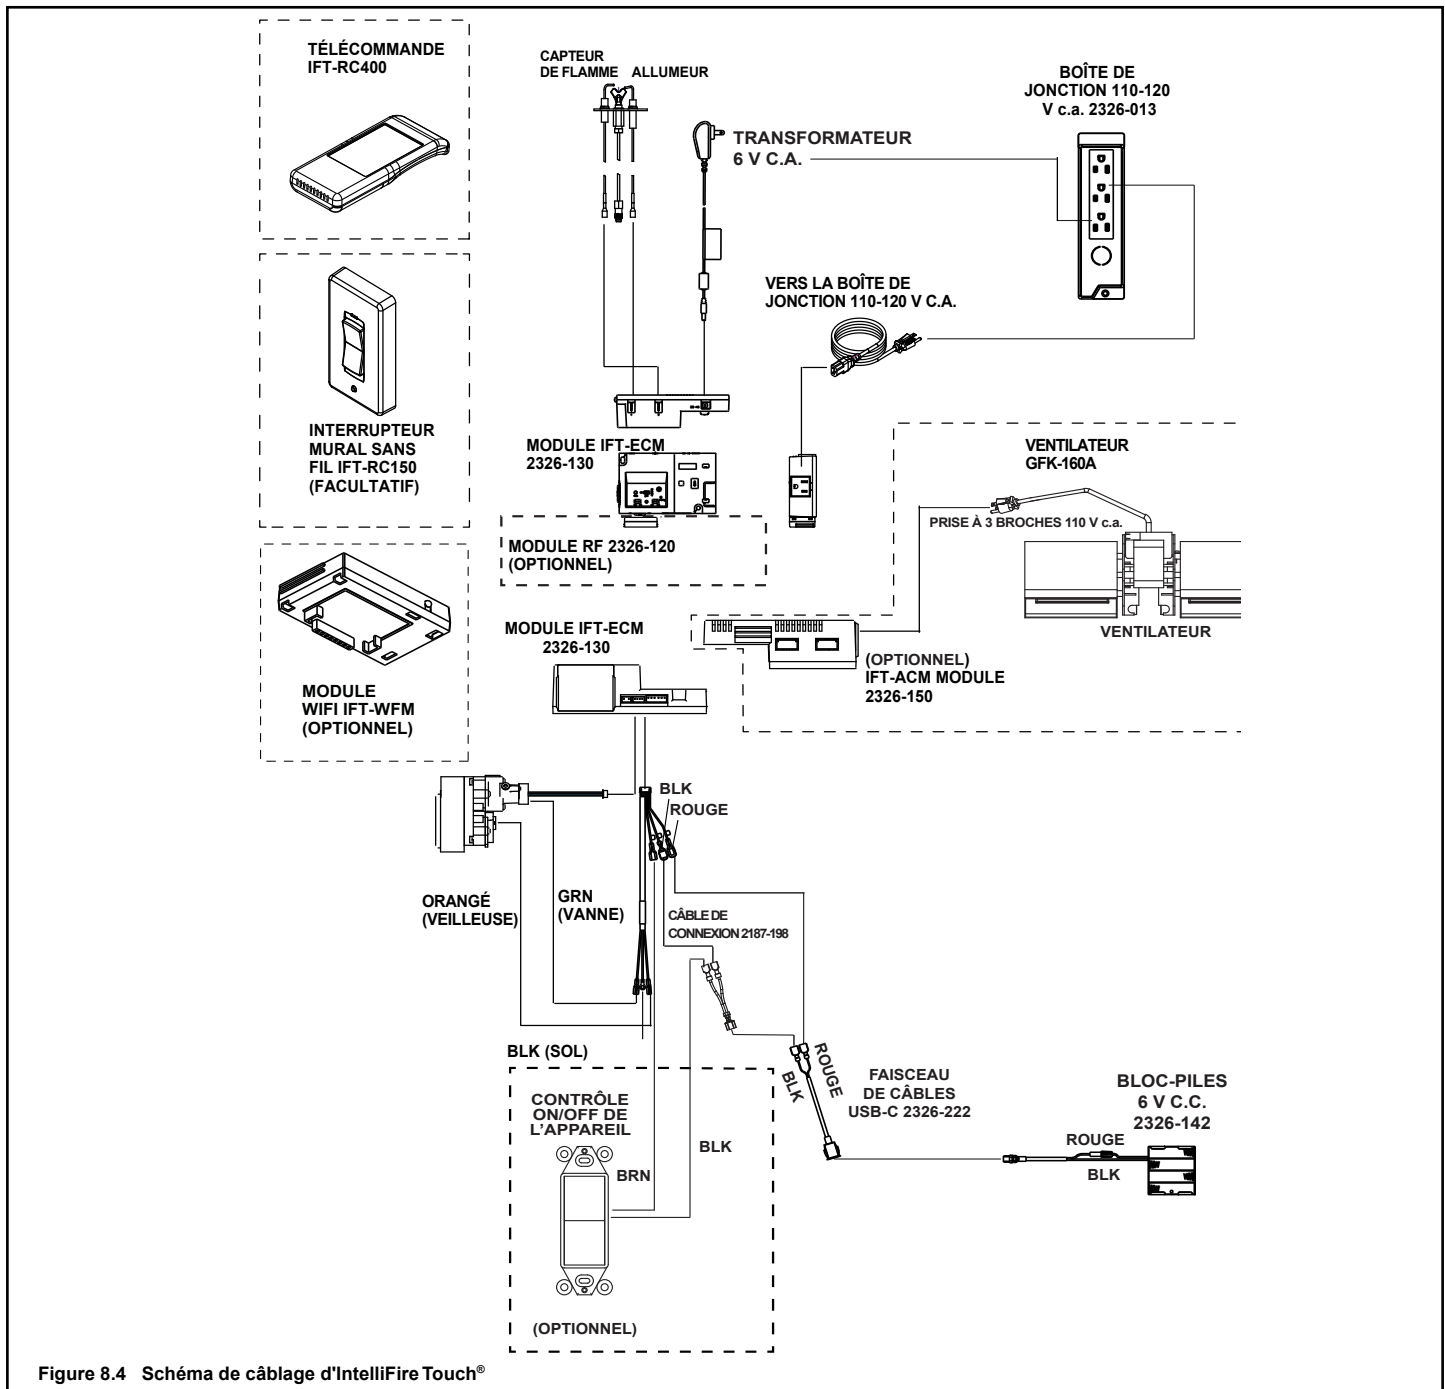

Figure 8.4 Schéma de câblage d'IntelliFire Touch®
- Consultez la figure 8.4, schéma du câblage IntelliFire Tactile.
- Installez et branchez le ventilateur selon les directives fournies avec ce dernier. La figure 8.4 présente également des détails supplémentaires